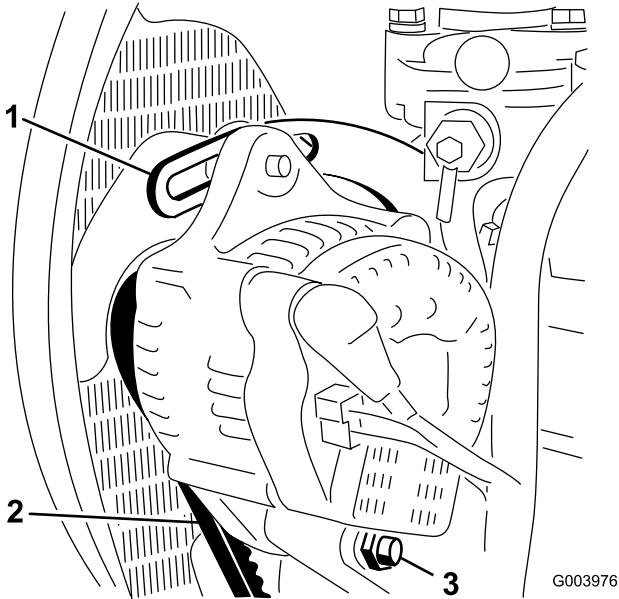

Figura 77
2. Controllate la tensione della cinghia dell'alternatore premendola (Figura 77) al centro tra l'alternatore e le pulegge dell'albero a gomito con una forza di 10 kg.
3. Allentate il bullone che fissa il supporto al motore (Figura 77), il bullone che fissa l'alternatore al supporto ed il bullone di rotazione.